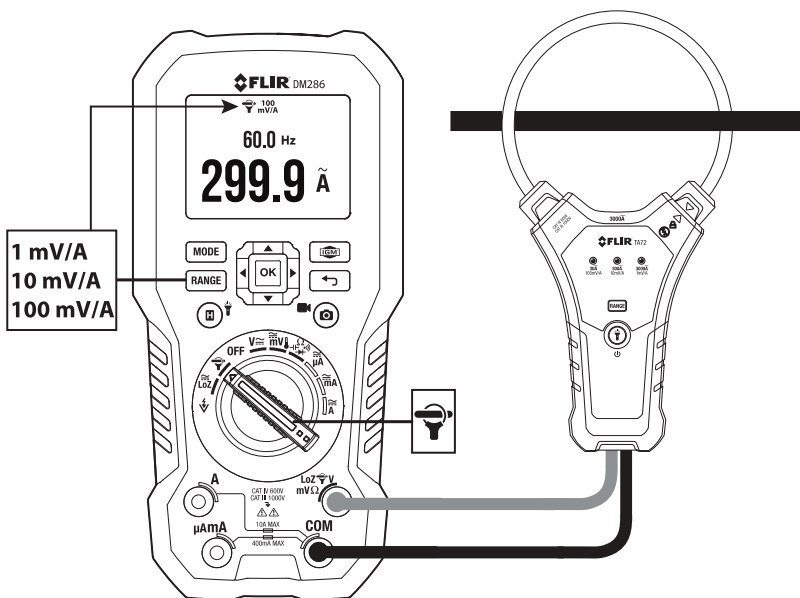

Fig. 9.13 Application de l'adaptateur de pince FLEX
2. Connectez un adaptateur de pince, comme illustré sur la **Fig. 9.13**.